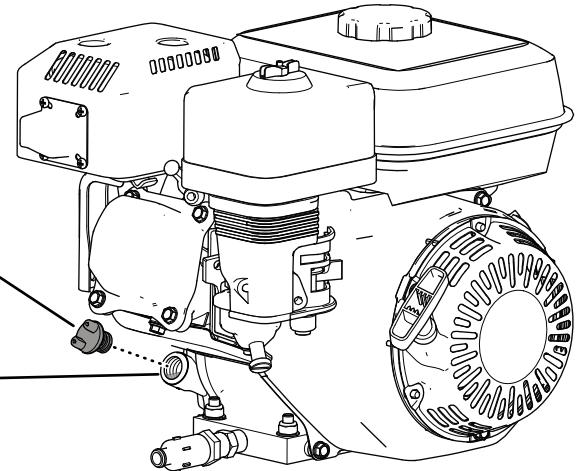

Figura 27
- Limpe a zona em torno do tampão de enchimento de óleo (Figura 27).